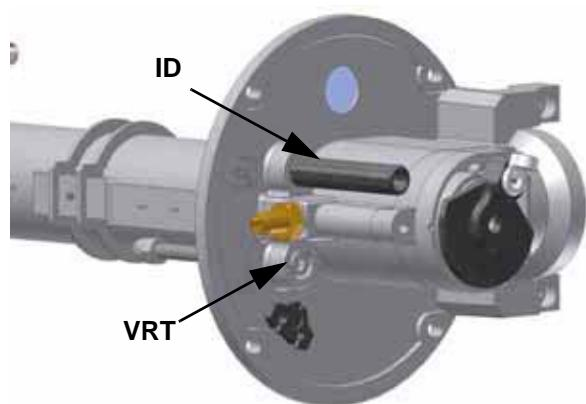

Рис. 31
- 2 На заводе-изготовителе головка сгорания горелки настраивается на положение максимальной мощности "MAX". Настройка на максимальную мощность соответствует положению головки "выдвинута полностью вперед" - для стандартного типа горелок (Рис. 32) и положению "полностью назад" - для горелок с низкими выбросами NOx (Рис. 33). Установка головки в положении "полностью вперед" - подразумевает под собой ее выдвижение внутрь камеры сгорания котла, в то время положение "полностью назад" означает - в сторону оператора. Для снятия головки сгорания - прочитать пар. "Снятие и чистка головки сгорания" на стр 40. Что касается работы на сниженной мощности, необходимо последовательно сдвинуть головку сгорания по направлению положения "МИН", вращая винт **VRT** (Рис. 31) по часовой стрелке. Индикатор **D** указывает на перемещение головки сгорания.